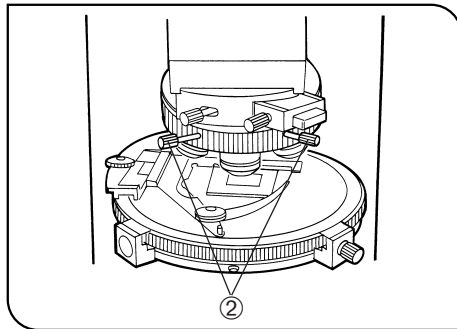

Fig. 27
7. Inserire le due viti di centratura ② fornite in dotazione nei fori di centratura del foro primario del revolver con l'obiettivo 20X o 10X.
8. Agire sulle viti di centratura ② per centrare il centro dell'immagine conoscopica nel campo visivo (Fig. 27).